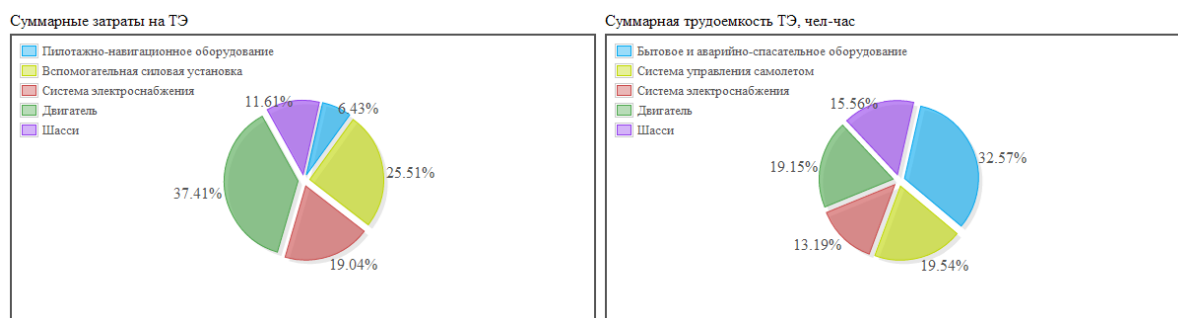

Рис. 12-39
- круговые диаграммы «Суммарные затраты на ТЭ» и «Суммарная трудоемкость ТЭ» (рис. 12-39),